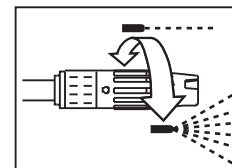

Рис. 1
• Вода может распыляться из насадки либо прямо, либо в виде веера (Рис.1). Сначала включите мойку, потом настраивайте насадку.